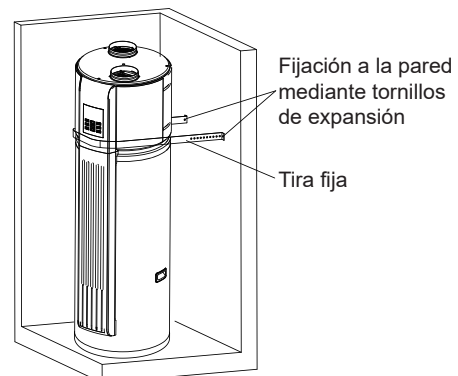

Figura 3-16
- 7) Para evitar caídas, utilice una unidad fija de tira fija. El método de instalación de las tiras de fijación se muestra en la Figura 3-16, y ambos lados se fijan a la pared mediante pernos de expansión.